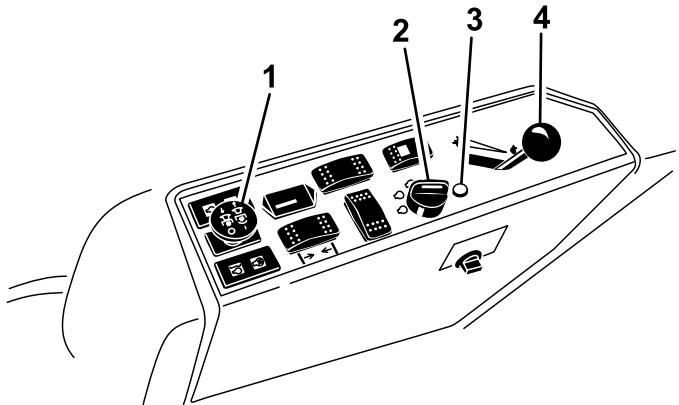

Figure 17
4. Placez la commande de prise de force (PDF) en position DÉSENGAGÉE (Figure 17).
5. Réglez la commande d'accélérateur à mi-course entre les positions HAUT RÉGIME et BAS RÉGIME (Figure 17).